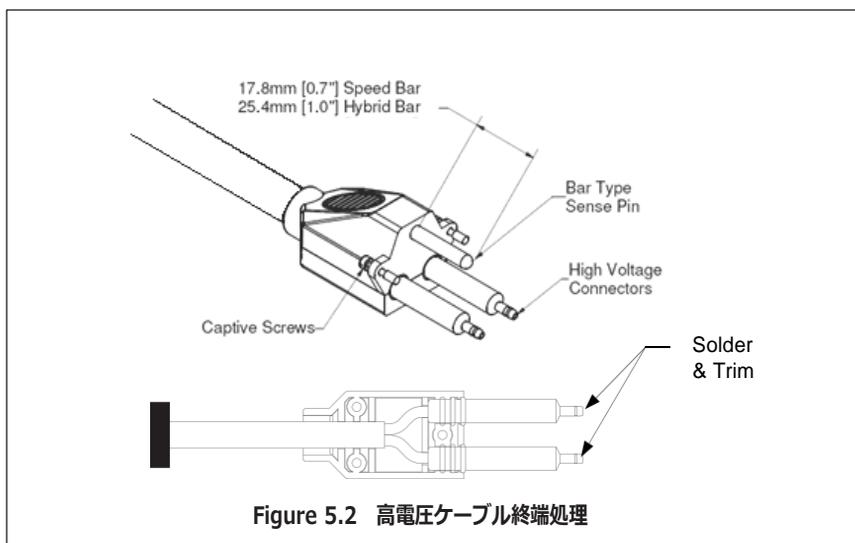

Figure 5.2 高電圧ケーブル終端処理
B. 高電圧ケーブルを希望の長さに切断しスタティック・バーを接続します。また、終端部をターミネートし、電源と接続します：（図 5.2 を参照）